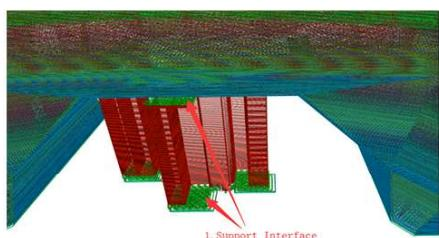

图 10
6. 支撑表面速度（单位mm/s）：即模型支撑上、下表面的打印速度，如图 10；